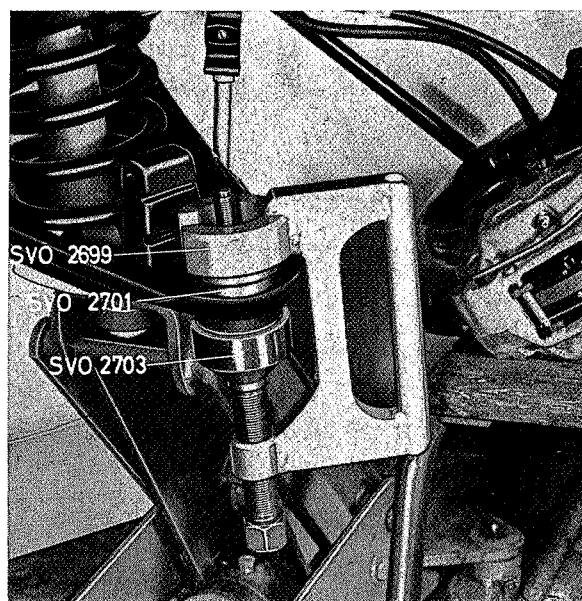

Fig. 6-24. Montage kogelgewricht, onderste draagarm
7. Pers het kogelgewricht in de draagarm met gereedschap SVO 2699+2701+2703, zie Fig. 6-24. Draai, indien het kogelgewricht niet juist gemonteerd is, het gereedschap 180° om en pers het dan in de juiste stand in de draagarm.